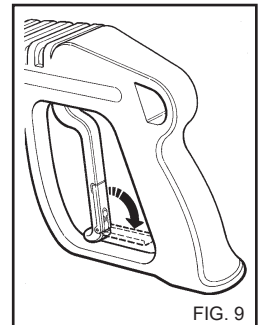

FIG. 9
- Quando a hidrolimpadora não está sendo utilizada, deve-se fechar o dispositivo de segurança do punho. (fig. 9).